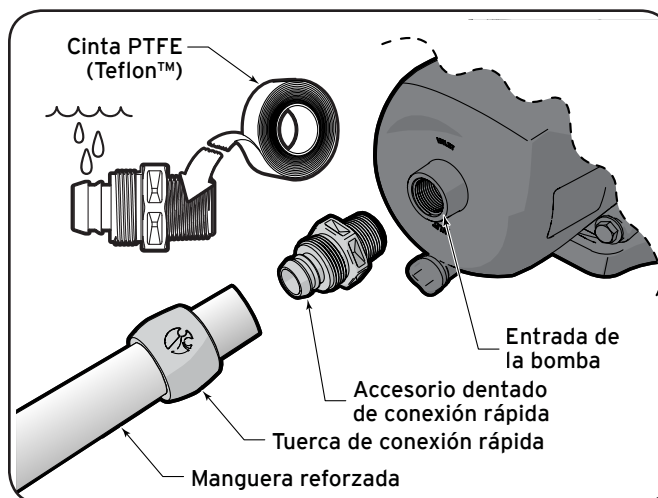

Figura 9. Instalación de conexión rápida
5. Aplique de 4 a 6 vueltas de cinta PTFE (Teflon™) en las roscas cónicas en los cuatro accesorios dentados. Asegúrese de colocar la cinta en la dirección opuesta en que girarán las roscas macho, para impedir el paso del agua. Ver Figura 9.
8. Deslice la tuerca de conexión rápida sobre la manguera reforzada. Ver Figura 9.
9. Use agua para lubricar los accesorios dentados. Ver Figura 9.
12. Instale un segundo accesorio dentado de conexión rápida en la entrada de succión de la bomba. Ver Figura 9.